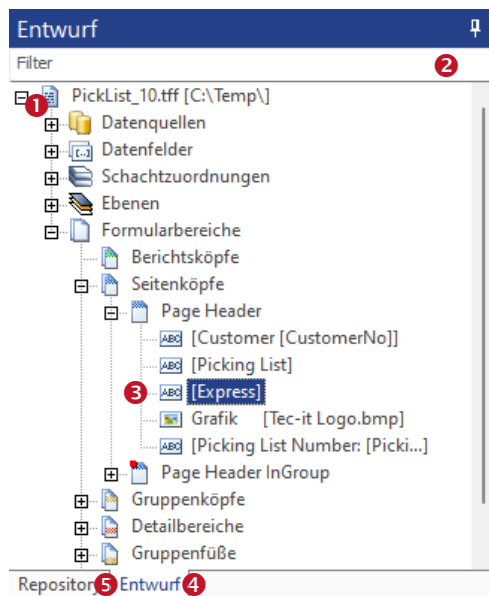

Abbildung 14: Entwurfsübersicht
Um ein Objekt auszuwählen, klicken Sie mit der linken Maustaste darauf. Halten Sie die *Umschalt* oder die *Strg* Taste gedrückt, um mehrere Elemente gleichzeitig zu markieren. In Abbildung 14 ist ein Textelement (3) markiert, das sich im „Seitenkopf“ des Formulars „Picklist_10.tff“ befindet.